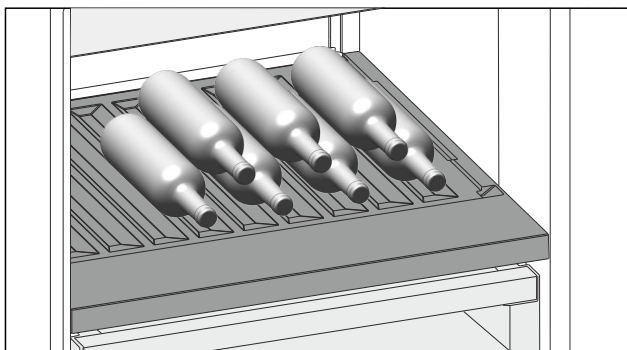

Fig. 113
- Flaschen mit dem Boden nach hinten zur Rückwand einlegen. (siehe Fig. 113)